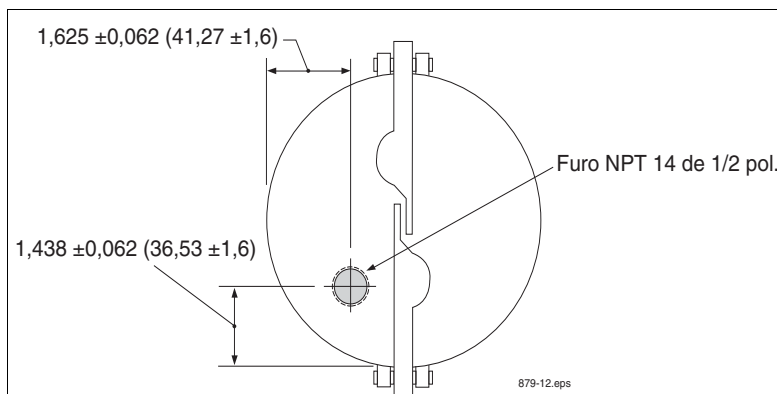

Figura 6. Modificando o cap metálico existente
2. Perfure e afunile a tampa para uma rosca de prensa cabo com NPT 14 de 1/2 pol. [Figura 6].